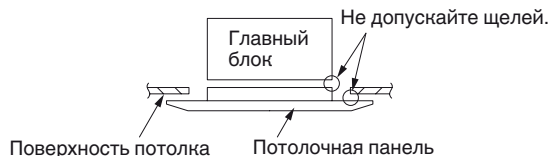

Рис. 7-6
- При этом убедитесь в отсутствии щелей между блоком и потолочной панелью или между потолочной панелью и поверхностью потолка. (Рис. 7-6)